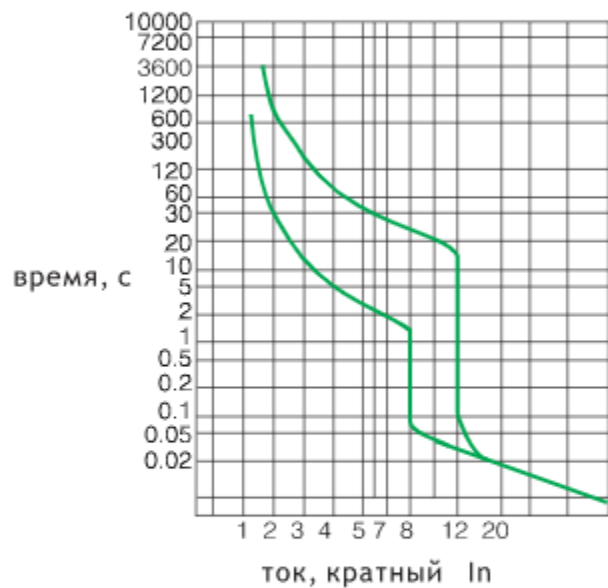

Рис. 1
4.2.1. Время-токовые характеристики выключателей с расцепителями тока перегрузки приведены на рис.1